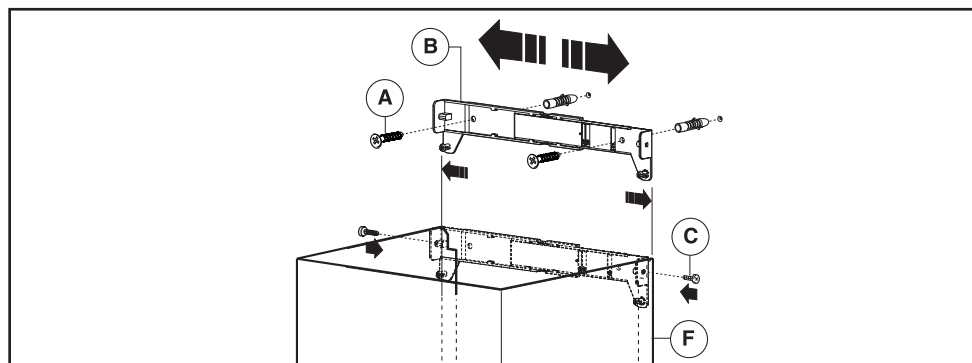

Fig.4
- Réglez la largeur de l'étrier de support de la cheminée supérieure (Fig.4). Ensuite fixez-la au mur, en position axiale par rapport à votre hotte, à l'aide des vis **A** (Fig.4) et en respectant la distance à partir du plafond indiquée (Fig.2B). Reliez le tuyau flexible (non fourni) à la bride **D** (Fig.1B).
- Déboîtez le raccord supérieur **F** jusqu'à l'étrier et fixez-le à l'aide des vis **C** (Fig.4).